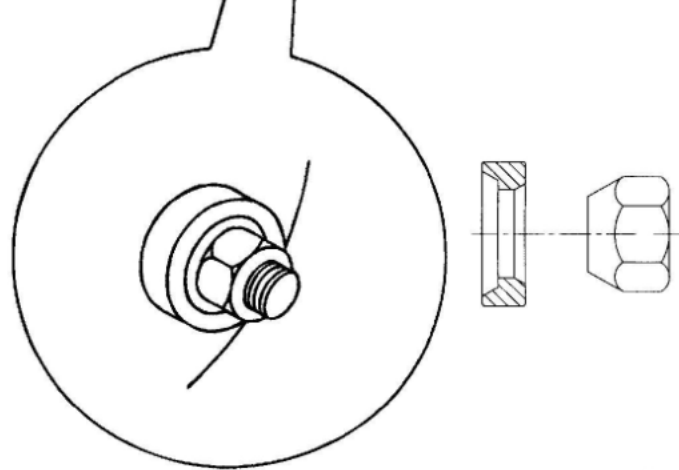

Рисунок 10
12. Закрепите приводной адаптер на одном из тормозных дисков с помощью гаек или болтов (рис.10).